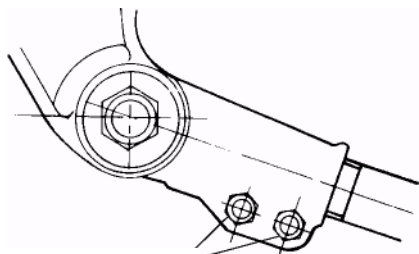

Рис. 18
- (xiii) Затяните зажимные болты (рис. 18) с усилием 10 кгс/м.